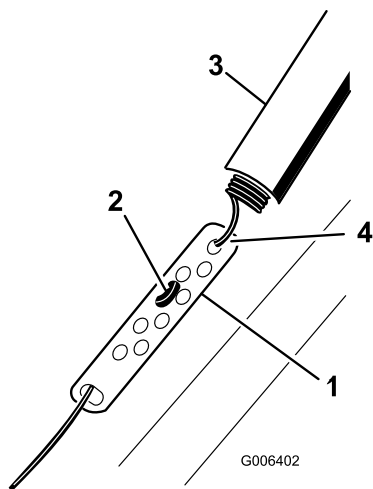

Figure 27
1. Remontez la protection du ressort et décrochez le ressort de la bielle de réglage (Figure 27).